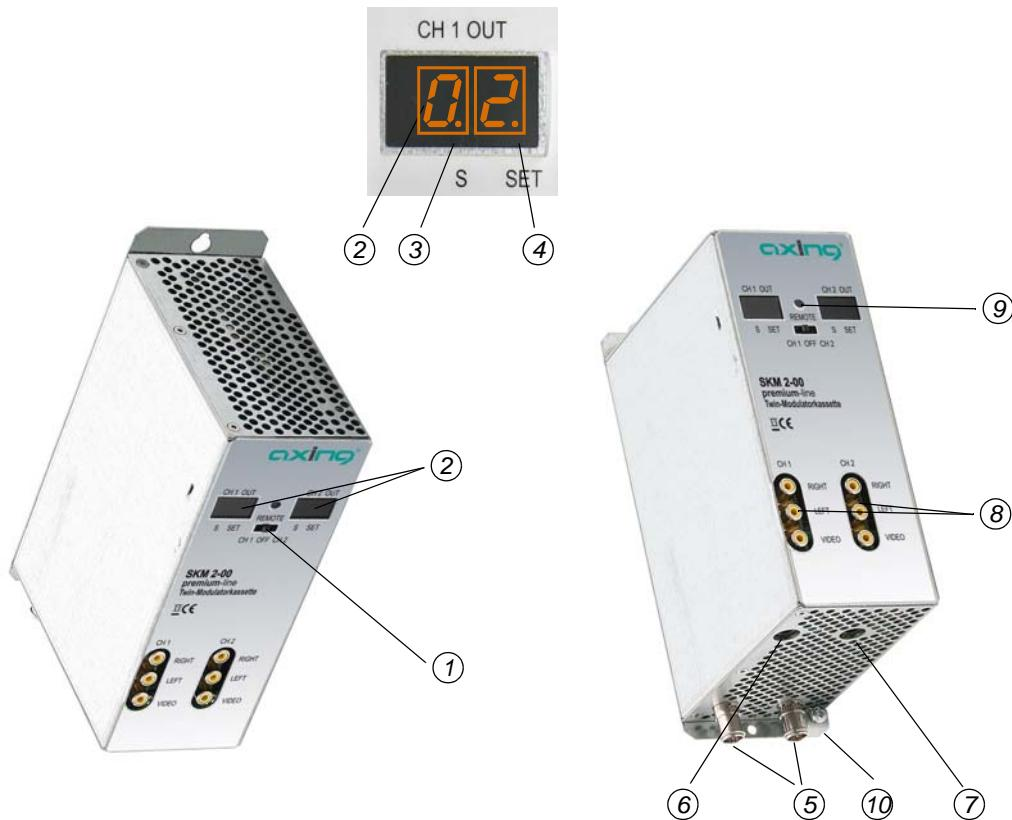

Abb. 2 Anzeigeelemente und Anschlüsse der SKM 2-00
Vor der Installation von Modulen muss die Stromversorgung abgeschaltet sein. Zur Vermeidung gefährlicher Überspannungen (Achtung: Brand-/Lebensgefahr), muss die Kopstellenkassette geerdet gemäß EN 50083-1, EN 60728-11:2010 werden. Verwenden Sie die am Gerät angebrachte Erdungsschraube (siehe ⑩ in Abb. 2 auf Seite 4).
Die Modulatorkassette ist an einer Wand oder auf einem flachen Untergrund zu befestigen. Im Einzelbetrieb der SKM 2-0x wird die Stromversorgung über die DC-Einspeisebuchse vorgenommen (siehe ⑥ in Abb. 2 auf Seite 4). Hierzu ist ein separates Netzteil SKZ 5-00 notwendig. Weitere Einheiten werden über die DC-Durchschleifbuchse miteinander verbunden. Jeweils ein DC-Verbindungskabel SKZ 4-00 ist im Lieferumfang der SKM 2-00 enthalten. Es können im Einzelbetrieb max. 4 Stück SKM 2-00 miteinander verbunden werden.
Audio- und Videoquellen werden an den Chinch-Buchsen auf der Frontseite zugefügt (siehe ⑧ in Abb. 2 auf Seite 4). Eingängen im Einzelbetrieb der SKM 2-00 müssen die Ausgänge der Twinkassetten durch einen Verteiler zusammengefasst werden. Hierzu können auch die Eingangsverteiler (SKV 2..8-00) in Verbindung mit F-Doppelbuchsen (CFA 3-00) verwendet werden.